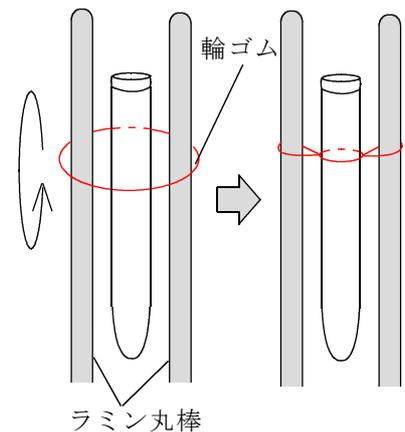

図1 試験管の固定
- 5 図1のように，2本のラミン丸棒に輪ゴムをかけ，試験管を輪ゴムの中を通して360°回転させて固定する。次に，ビー玉を6個試験管に入れ，方法3のシリコン栓で試験管にふたをする。